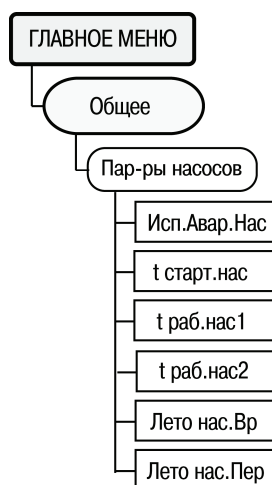

Рисунок 6.25
6.13.12 Пункт меню **Пар-ры насосов** (рисунок 6.25) включает в себя параметры, ответственные за функционирование насосов как в контуре отопления, так и в контуре ГВС.